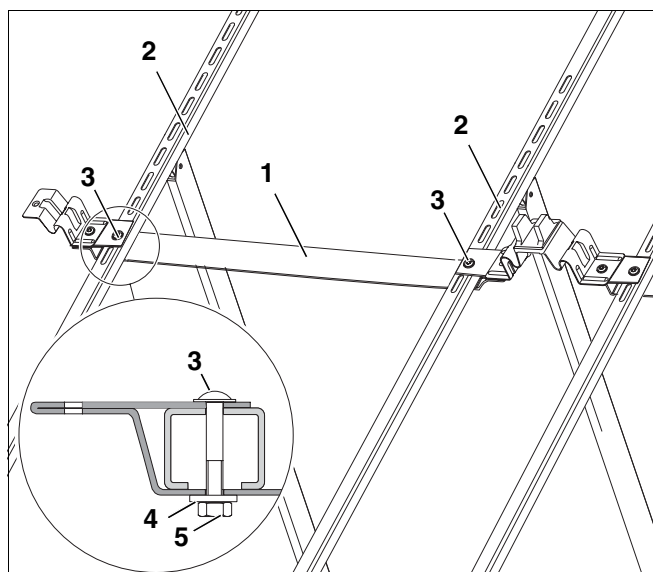

Fig. 28 Montar o suporte adicional
- ▶ Introduzir a cinta adicional (Fig. 28, **Item 1**) entre os apoios do colector (Fig. 28, **Item 2**).
- ▶ Fixe a cinta adicional no 17º furo oval a contar de cima (se estiver ocupado, no 16º furo oval a contar de cima) com os parafusos M8 x 50 (Fig. 28, **Item 3**) as porcas (Fig. 28, **Item 5**) e as anilhas (Fig. 28, **Item 4**).